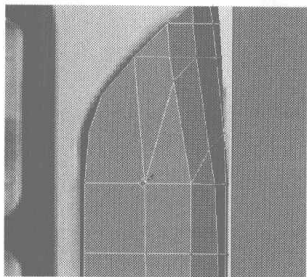
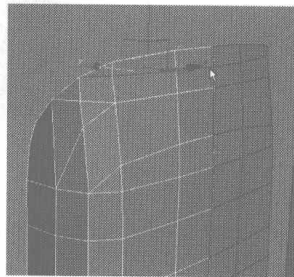

图 4.41
图 4.42
- 06** 在 Left 视图中单击右键，在弹出的快捷菜单中选择 Cut 命令，在如图 4.41 所示的位置添加细分线，然后切换为边线编辑，选择如图 4.42 所示的边线，单击右键，选择 Remove 命令，将其线与节点删除。